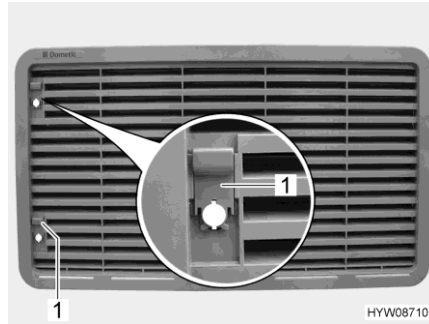

Bild 203 Kühlschranks-Lüftungsgitter
- Schieber (Bild 203,1) nach oben schieben.